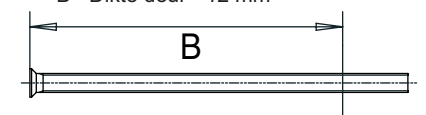

FIG. 7
IT PREDISPOSIZIONE DELLA PORTA TAGLIAFUOCO PER IL MONTAGGIO CON MANIGLIONE AD APPLICARE CON ELETTRMANIGLIA art. 1.07074.80.0 (Fig. 6 - Fig. 7)
- 3B. tagliare quadri e viti secondo le dimensioni indicate in fig. 7;
EN PRE-SETTING A FIRE DOOR FOR INSTALLATION OF A RIM VERSION PANIC EXIT DEVICE WITH ELECTRIC HANDLE item 1.07074.80.0 (Fig. 6- Fig. 7)
FR PREPARATION DE LA PORTE COUPE-FEU POUR LE MONTAGE DE LA BARRE ANTIPANIQUE A APPLIQUER DOTEE D'UN DISPOSITIF ELECTRIQUE art. 1.07074.80.0 (Fig. 6 - Fig. 7)
- 3B. couper tableaux et vis en respectant les dimensions indiquées sur la fig. 7 ;
ES PREPARACIÓN DE LA PUERTA CORTAFUEGOS PARA EL MONTAJE CON BARRA APLICADA CON ELECTROMANILLA Art. 1.07074.80.0 (Fig. 6 - Fig. 7)
- 3B. Corte los cuadrados y tornillos según las dimensiones indicadas en la Fig. 7;
DE VORBEREITUNG DER BRANDSCHUTZTÜR FÜR DIE MONTAGE EINER BETÄTIGUNGSSTANGE IN AUFSETZAUSFÜHRUNG MIT ELEKTRODRÜCKER Art. 1.07074.80.0 (Abb. 6. - Abb. 7)
- 3B. Die Vierkantstäbe und die Schrauben auf die in Abb. 7 angegebenen Maße ablängen;
NL VOORBEREIDING VAN DE BRANDDEUR OP MONTAGE VAN ELEKTRISCHE HANDGREEP VOOR MONTAGE art. 1.07074.80.0 (Fig. 6 - Fig. 7)
- 3B. snijd vierkantstiften en schroeven op de afmetingen die staan aangegeven in fig.7;